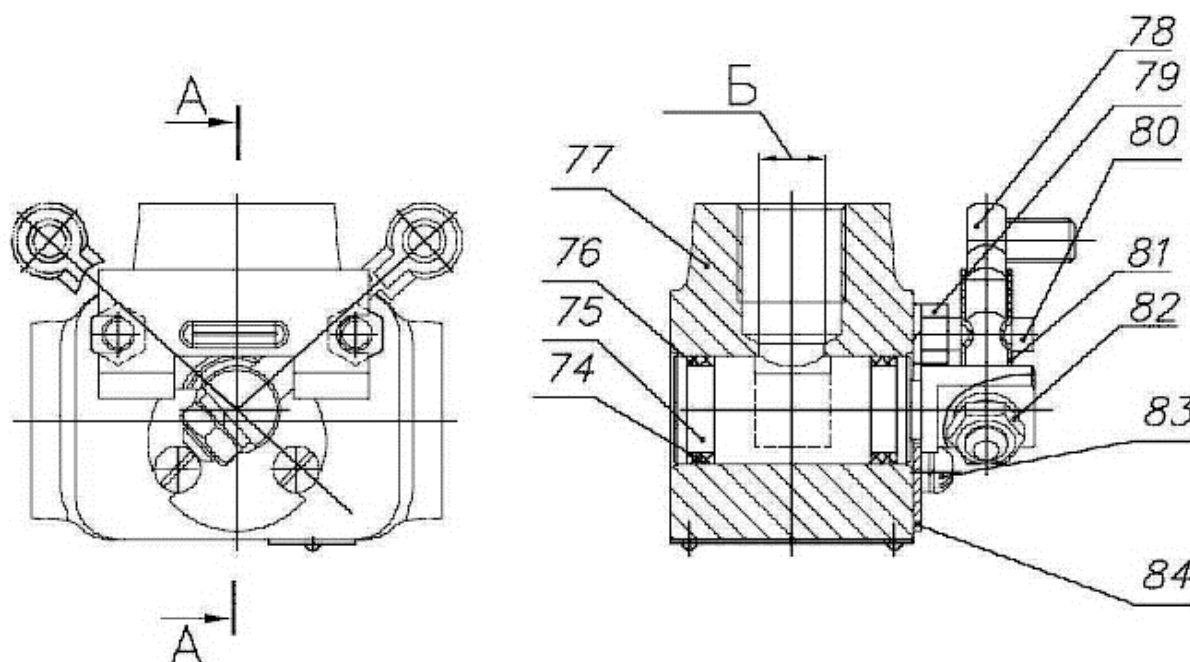

Рис.6.5. Кран реверса 1221 «В» – 3407150 – А.
- 5) отверните стопорную гайку (82), (рисунок 6.5), выверните рычаг (78), и отсоедините стопор (81);
- 6) отверните стопорные гайки (79), (рисунок 6.5), и, выверните упоры (80);
- 7) отверните два винта крепления стопора (84), (рисунок 6.5), и отсоедините стопор;
- 8) извлеките золотник (75), (рисунок 6.5), при этом, во избежание срезания об острые кромки «Б», золотника, кольца (74) и (76) не должны пересекать контура внутренних отверстий «Б», для чего:
- 8.1) выдвиньте золотник из корпуса крана (77), (рисунок 6.5), на 7...8 мм не более;
- 8.2) снимите кольца (74),(76), (рисунок 6.5), с одной стороны золотника;
- 8.3) извлеките золотник в другую сторону и снимите кольца (74), (76), (рисунок 6.5);
- 9) выходные отверстия крана реверса оберните полиэтиленовой пленкой и поместите кран вместе с кольцами (74) и (76), (рисунок 6.5), в полиэтиленовый пакет;
Установку крана реверса на трактор производите в обратном порядке, при этом медные кольца (26), (рисунок 6.5), замените новыми.